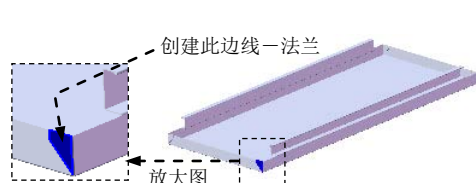

图 17.9.37 创建边线一法兰 14
Step17. 创建图 17.9.37 所示的边线一法兰 14。详细操作过程请参见上一步。